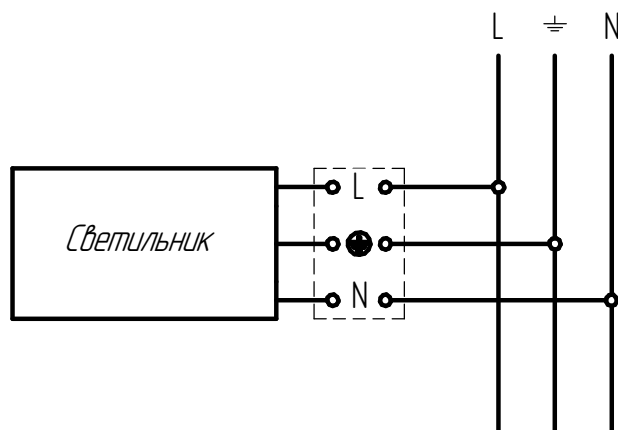

Рисунок 4 - Схема подключения светильника серии ДСП47 к электрической сети
3.3 Схема подключения светильников приведена в приложении А (рисунок 4, 5, 6, 7).
5.4 Подключите светильник к электрической сети согласно схеме (рисунок 4)